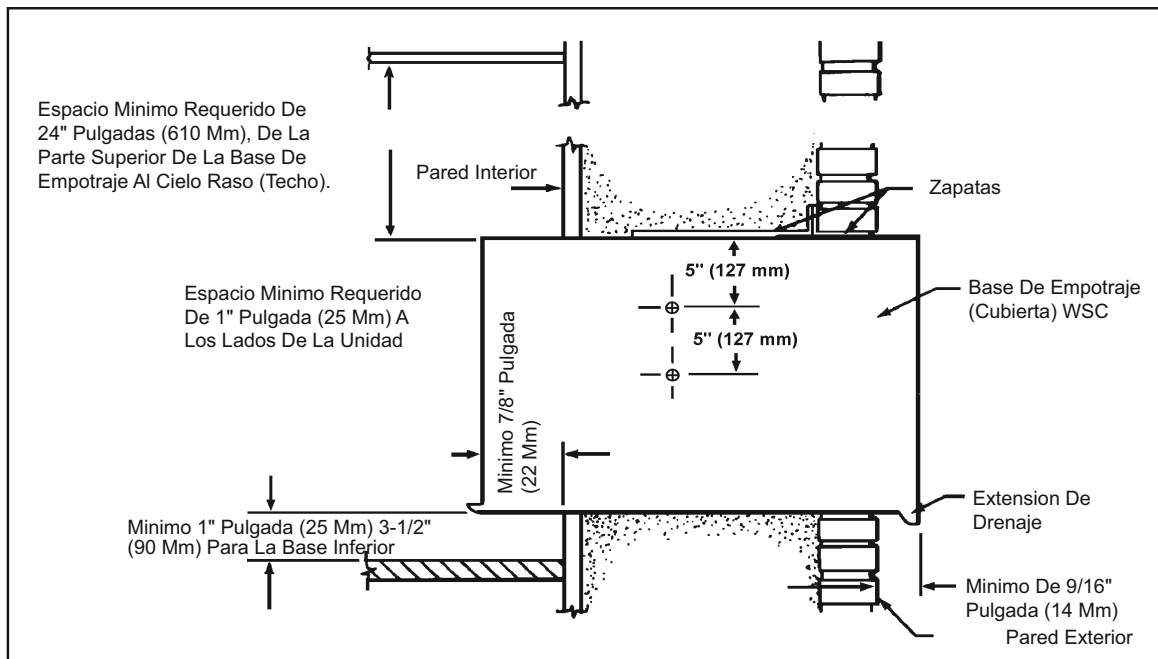

Figura 8
- A. Debe emplearse la base inferior (SB) u otro tipo de apoyo o sostenimiento para la unidad en construcción de paredes tipo p  nel y otras paredes de menos de 8" pulgadas (200 mm) de grueso.
- B. Deje una distancia m  nima de 1" pulgada (25 mm) en cada lado de la unidad, la pared y el piso dyacente. Donde se necesita una base inferior, la distancia m  nima del piso a la base de empotraje ser   de 3 y 1/2" pulgada (90 mm). Para minimizar la posibilidad de corto circuito en el condensador, el espacio libre m  nimo entre el cielo raso (techo) y la parte superior de la unidad debe ser de 24" pulgadas (610 mm). (Ver Figura 8).
- PASO 1** La BASE DE EMPOTRAJE "WSC" se debe colocar de tal forma que LA EXTENSION PARA DRENAJE se extienda por lo menos 9/16" de pulgada más alla de la PARED EXTERIOR (Ver Figura 8).
- PASO 1** Después de sacar de la caja la BASE DE EMPOTRAJE "WSC," remueva el PANEL DELANTERO (sin pintar). Colóquela en el hueco de la pared siguiendo las instrucciones que se dan en los REQUERIMIENTOS PARA LA INSTALACION. Asegure la BASE DE EMPOTRAJE a la PARED INTERIOR colocando dos (2) tornillos #12Ax2" pulgadas a cada lado de la BASE DE EMPOTRAJE (Ver Figura 8). Ponga una cuña en la parte superior de la BASE DE EMPOTRAJE en la mita de los dos lados. Ponga un tornillo #12Ax2" pulgadas en la parte superior de la BASE DE EMPOTRAJE cerca de la cuña. Ponga los tornillos en el interior de la BASE DE EMPOTRAJE. Si el hueco en la pared no está enmarcado con madera, use tornillos de base de ancla o tornillos molly (toggle), los cuales no se proporcionan.